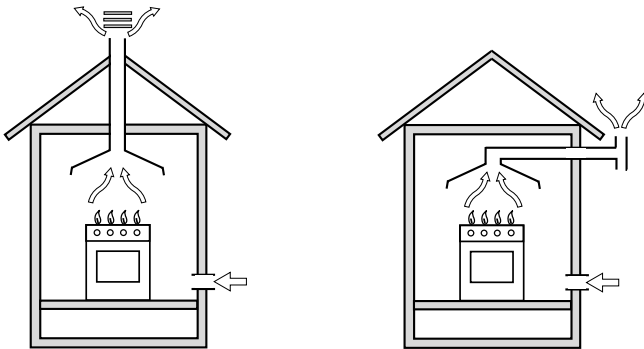

Fig.1
- L'appareil doit évacuer les produits de la combustion dans une hotte prévue à cet effet qui doit être raccordée à une cheminée, à un carneau ou directement à l'extérieur (Fig.1).